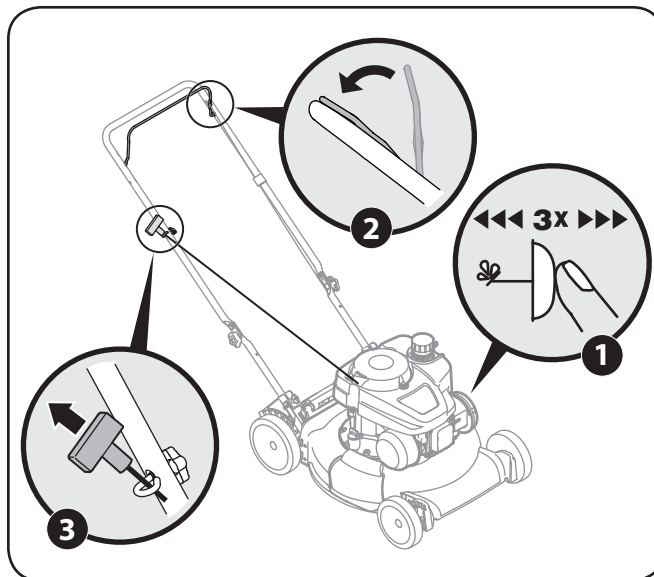

Figure 5-2
1. Appuyez 3 fois sur l'amorceur. Attendez environ 2 secondes entre chaque pression. Voir la Figure 5-2. Si la température est inférieure à 10° (50°F), appuyez 5 fois. Lorsque le moteur est chaud, une seule pression peut être suffisante, quelle que soit la température.
3. Tirez sur la poignée du démarreur jusqu'à ce que vous sentiez une légère résistance, puis tirez plus rapidement pour surmonter la compression, empêcher le recul et faire démarrer le moteur. Répétez au besoin. Voir la Figure 5-2.